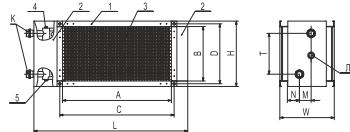
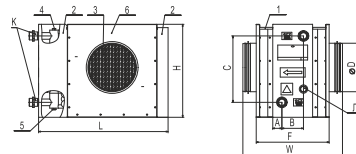

Fig 1
Fig 2
lwh besteht aus einem Gehäuse (1), einer im Gehäuse integrierten Heizeinheit (3) sowie einem runden oder rechteckigen Anschlussstutzen, Abb. 1 und Abb. 2. Das Gehäuse besteht aus einer Gehäusesseite (6 für die Rohr-Warmwasser-Heizregister) und zwei Schutzmänteln (2) aus verzinktem Stahlblech.
Am Ausgangskollektor des Heizregisters ist ein Gewindestutzen (Gewinde G1/4) mit einem Stopfen (siehe L, Abb. 1 und Abb. 2) montiert. Der Stopfen kann zur Temperaturmessung und für den Frostschutz des Heizregisters durch einen Eintauch-Tempersensor ersetzt werden. Das Heizregister ist mit einem Entlüftungsnippel mit Gewinde G1/2 (4) und einem Entleerungsstutzen mit Gewinde G1/2 (5) an der Stirnseite ausgestattet.
Die Grundabmessungen für die Warmwasser-Heizregister mit einem rechteckigen und runden Anschlussstutzen sind in den Tabellen 1, 2 und in Abb. 1 und Abb. 2 angegeben. Die Grundparameter und die technischen Daten sind in Tabellen 3, 4 angegeben.